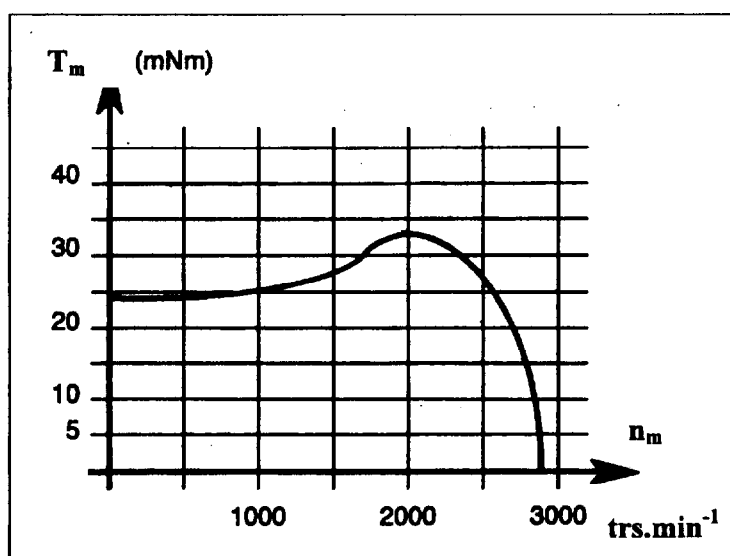

Fig.1 Courbe $T_m(n_m)$ du moteur seul
4. A partir de la figure 1 déterminer la fréquence de rotation du moteur à vide.